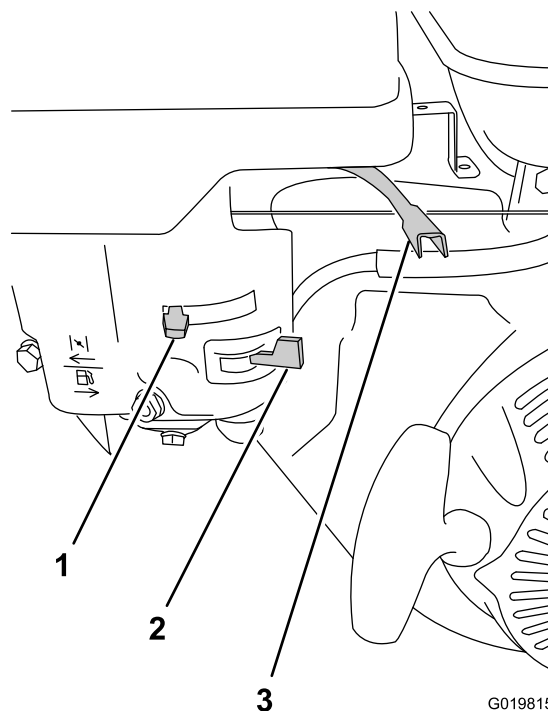

Figure 19
1. Sur le moteur, éloignez la commande d'accélérateur de la position Min et déplacez-la du tiers de sa course vers la position Max (Figure 19); voir Commande d'accélérateur (page 11).
2. Tournez le robinet d'arrivée de carburant complètement à droite en position ouverte (Figure 19); voir Robinet d'arrivée de carburant (page 11).
en position fermée (Figure 19); voir Commande de starter (page 11).
4. Tournez la commande du moteur à la position Marche (Figure 19); voir Commutateur de démarrage électrique (page 11).
1. Vérifiez que la commande de starter est à la position hors service (Figure 19); voir Commande de starter (page 11).
2. Réglez la commande d'accélérateur à la position Min (Figure 19); voir Commande d'accélérateur (page 11).